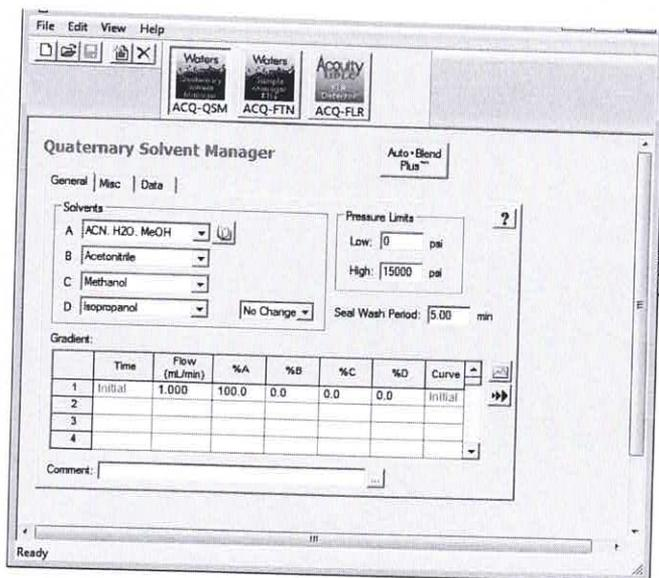

Figura 4
5.3.4 Hacer clic en el ícono  que representa al **Quaternary Solvent Manager**, aquí se establecen los límites de presión, el solvente, el flujo y se condiciona al equipo a trabajar de forma isocrática o gradiente según la necesidad de trabajo. **Figura 4**